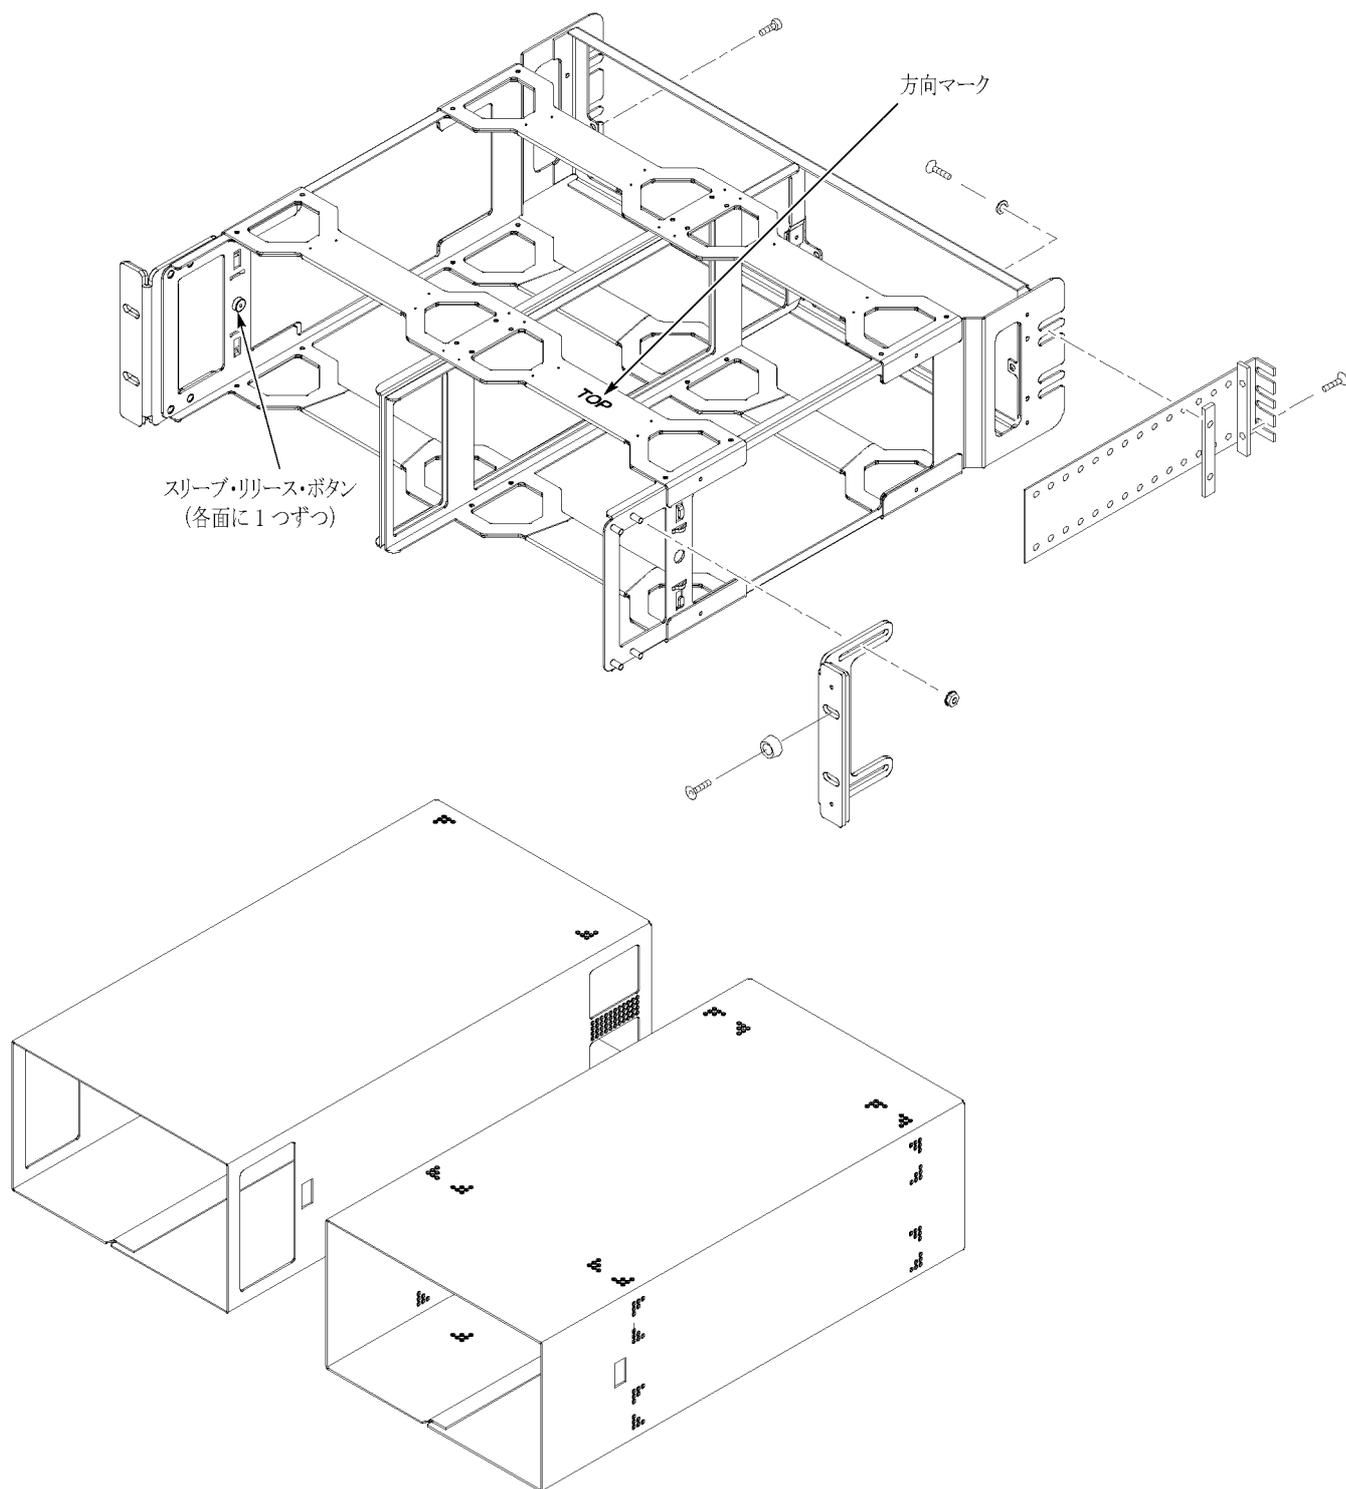

図 4: WFM7F05 型展開図
19 インチ機器ラックに波形モニタをインストールするには、WFM7F05 型ラック・アダプタ・キットを使用する必要があります。WFM7F05 型は、ラック内に 2 台のハーフラック幅の機器を隣り合わせに収容できる設計になっています。(19 ページの 図 4 参照)。
- ラック・アダプタには、「TOP」のマークがありアダプタのどちらの面を上に向けるかがわかるようになっています。(19 ページの 図 4 参照)。
- ラック・アダプタから機器を取り外すには、スリーブ・リリース・ボタンを押します。(19 ページの 図 4 参照)。